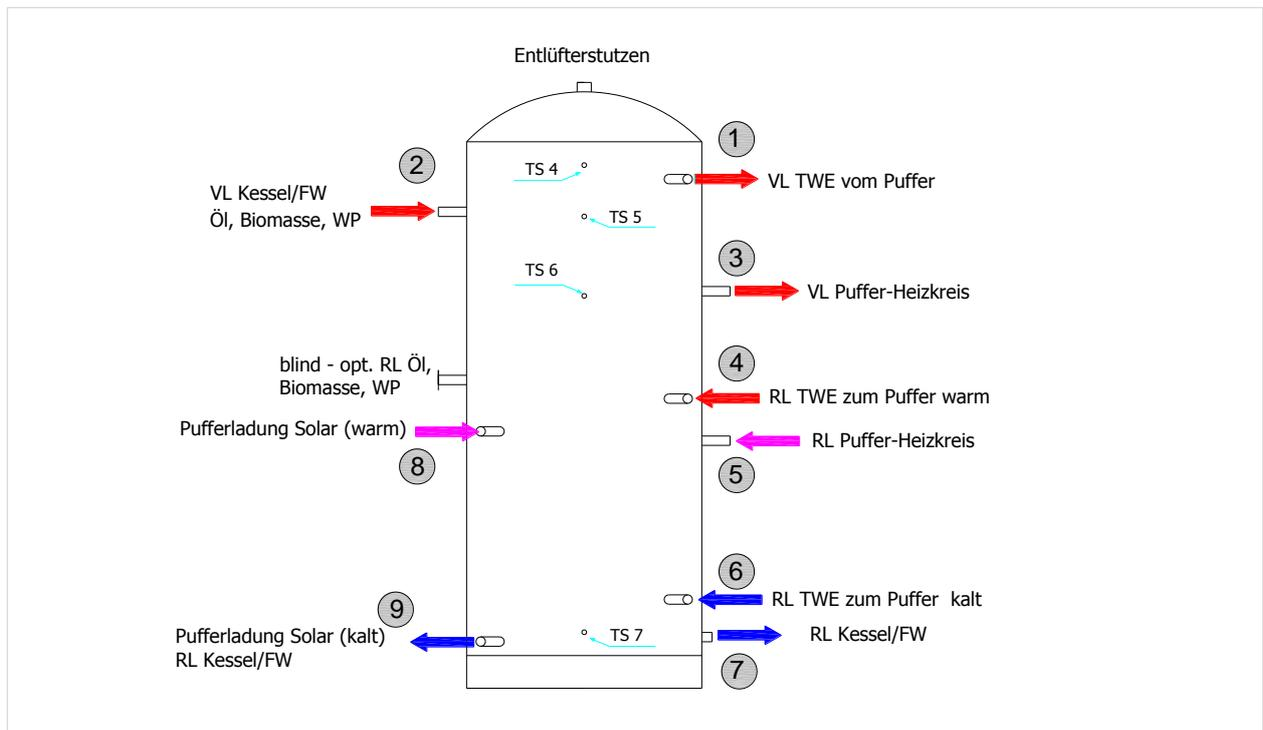

Abbildung 8: Pufferspeicher mit Anschlussbeschriftung
Die Anschlüsse Pufferspeicher siehe Abbildung 8: Pufferspeicher mit Anschlussbeschriftung
- Die Anschlüsse an den Pufferspeicher siehe Abbildung 8:
- Die Anschlüsse 5, 6 und 7 sind mit dem Pufferspeicher zu verbinden (siehe Abbildung 8: Pufferspeicher mit Anschlussbeschriftung)